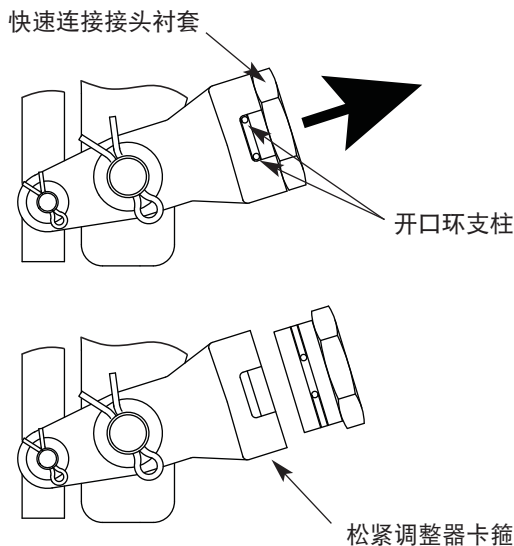

图 6. 详细的快速连接接头衬套拆除图
- 一边推挤开口环支柱，一边从松紧调整器拔出接头衬套，将快速连接接头衬套从松紧调整器卡箍拆下（图 6）。